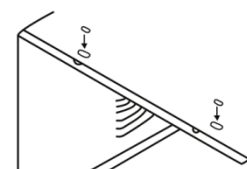

Fig.6
9. Ajoutez deux joints d'étanchéité en mousse dans les trous situés au sommet du caisson là où les vis d'expédition ont été enlevées (voir Fig.6).
1. Fixez le joint d'étanchéité en mousse comme le montre la figure 6.